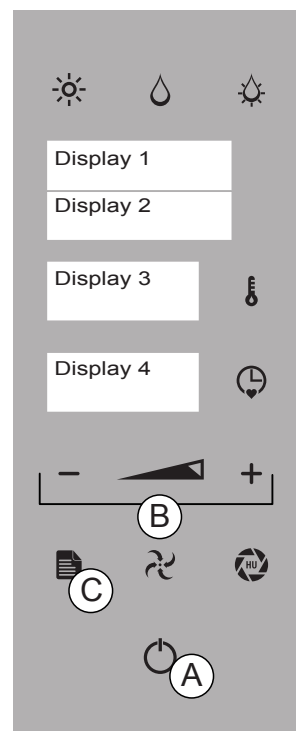

Abb. 3
Drücken Sie auf „ENTER“ (Abb. 3/A) und „MENÜ“ (Abb. 3/C), um das Hauptmenü zu aktivieren. Wählen Sie mit den Tasten „MINUS“ und „PLUS“ (Abb. 3/B) die Funktion „REINIGUNG“. Drücken Sie dann zur Bestätigung die Taste „ENTER“ (Abb. 3/A).
Mit den Tasten „MINUS“ und „PLUS“ (Abb. 3/B - Display 2) können die folgenden Reinigungszyklen ausgewählt werden: **SCHNELL - NUR SPÜLEN - KURZ - MITTEL - LANG**. Drücken Sie auf „ENTER“ (Abb. 3/A), um den Zyklus zu starten.
**Vor der Zugabe des Reinigungsmittels** (Abb. 3 - Display 2 - ENTHÄRTEN) Drücken Sie die „ENTER“-Taste (Abb. 3/A). Zur Fortsetzung der Reinigung drücken Sie erneut auf „ENTER“ (Abb. 3/A). Um die Funktion wieder zu verlassen, drücken Sie auf „MENÜ“ (Abb. 3/C).
**Nach Zugabe des Reinigungsmittels (Abb. 3 - Display 2 - REINIGUNGSMITTEL + WASSER)** drücken Sie auf die „ENTER“-Taste (Abb. 3/A).
Mögliche Aktionen: Die „ENTER“-Taste drücken, um den unterbrochenen Reinigungszyklus wieder aufzunehmen, oder mit den Tasten „MINUS“ und „PLUS“ (Abb. 3/B) eine andere Reinigungsart auswählen. Drücken Sie dann zum Starten eines neuen Reinigungszyklus die Taste „ENTER“ (Abb. 3/A).